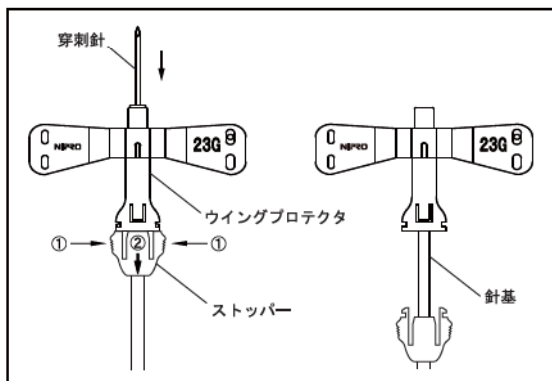

図1
(1) セーフタッチ® P S V 使用後はストッパーの両側をつまんでロックを外し①、穿刺針をウイングプロテクタ内に収納してください②。（図1）